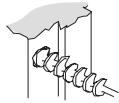

Figura 4b
- Perfore un agujero de 1" (25mm) a 1-3/16" (30mm) de profundidad en el quicio de la puerta en la marca central (Figura 4b).